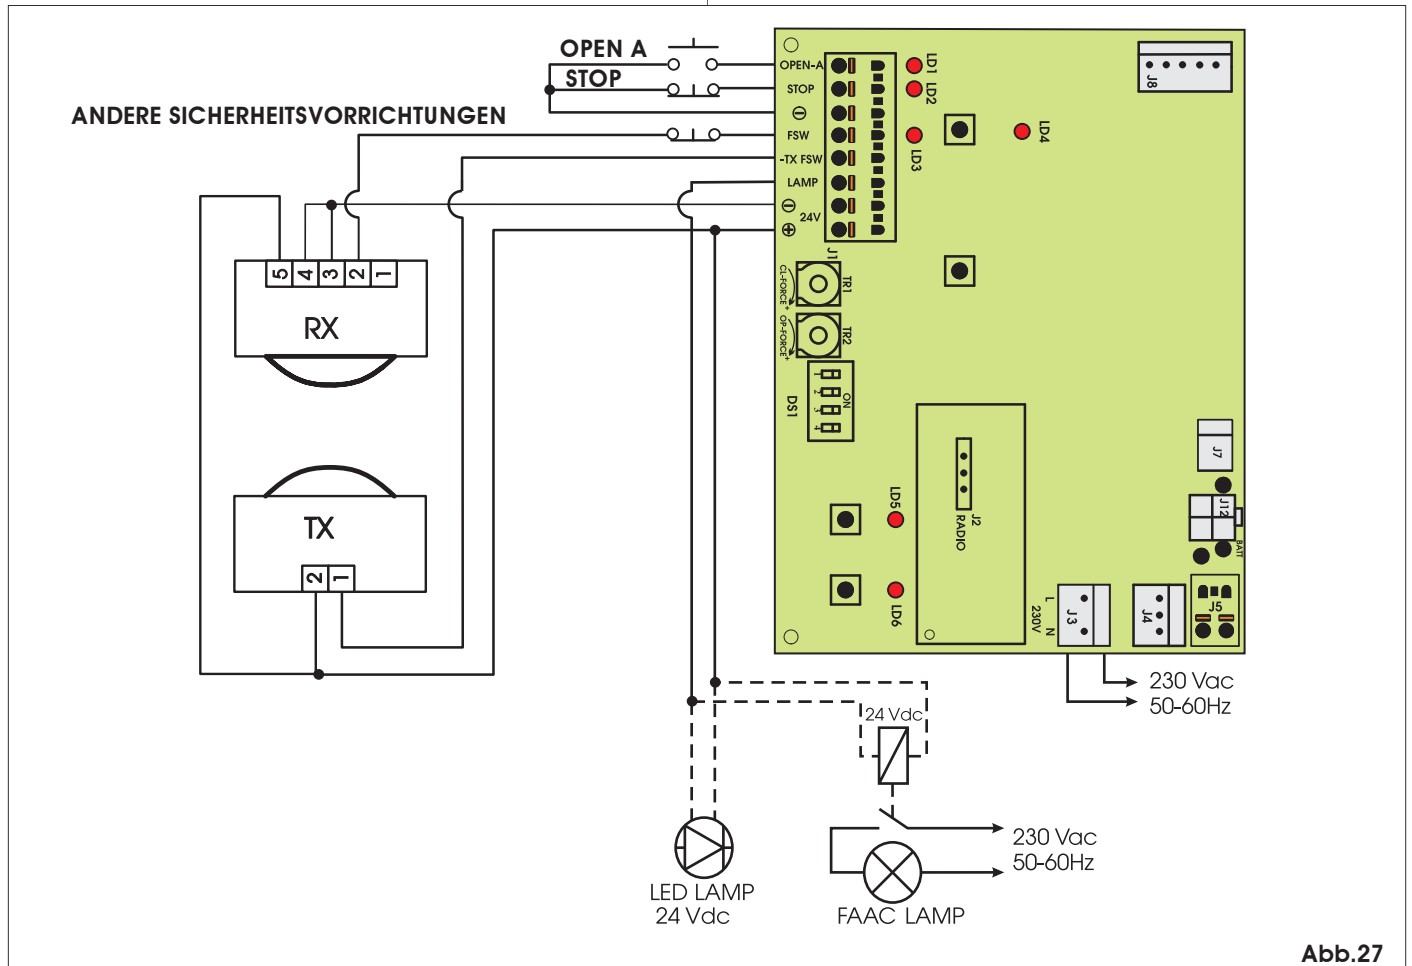

Abb.27
- Die elektrischen Anschlüsse unter Bezugnahme auf Abb. 27 herstellen.